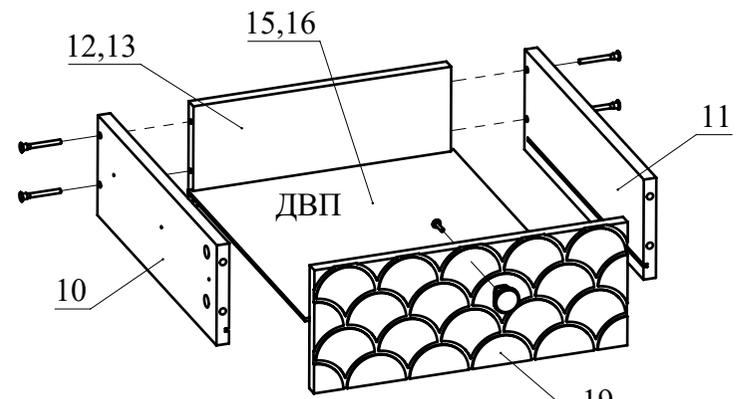

Рис.11
12. Соберите крайние ящики. Для этого соедините детали 10 и 11 с деталью 12 при помощи конфирматов. Вставьте дно ящика 15 из ДВП в пазы деталей 10, 11, 12. Соедините фасад ящика 19 с деталями 10, 11 и затяните головки минификсов (Рис. 11).
13. Соберите центральный ящик. Для этого соедините детали 10 и 11 с деталью 13 при помощи конфирматов. Вставьте дно ящика 16 из ДВП в пазы деталей 10, 11, 13. Соедините фасад ящика 19 с деталями 10, 11 и затяните головки минификсов (Рис. 11).